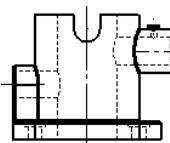

图 9.4.13 “隐藏线可见”显示模式
- (隐藏线可见): 视图中的不可见边线以虚线显示，如图 9.4.13 所示。
下面以图 9.4.13 为例，说明如何将视图设置为“隐藏线可见”显示状态。